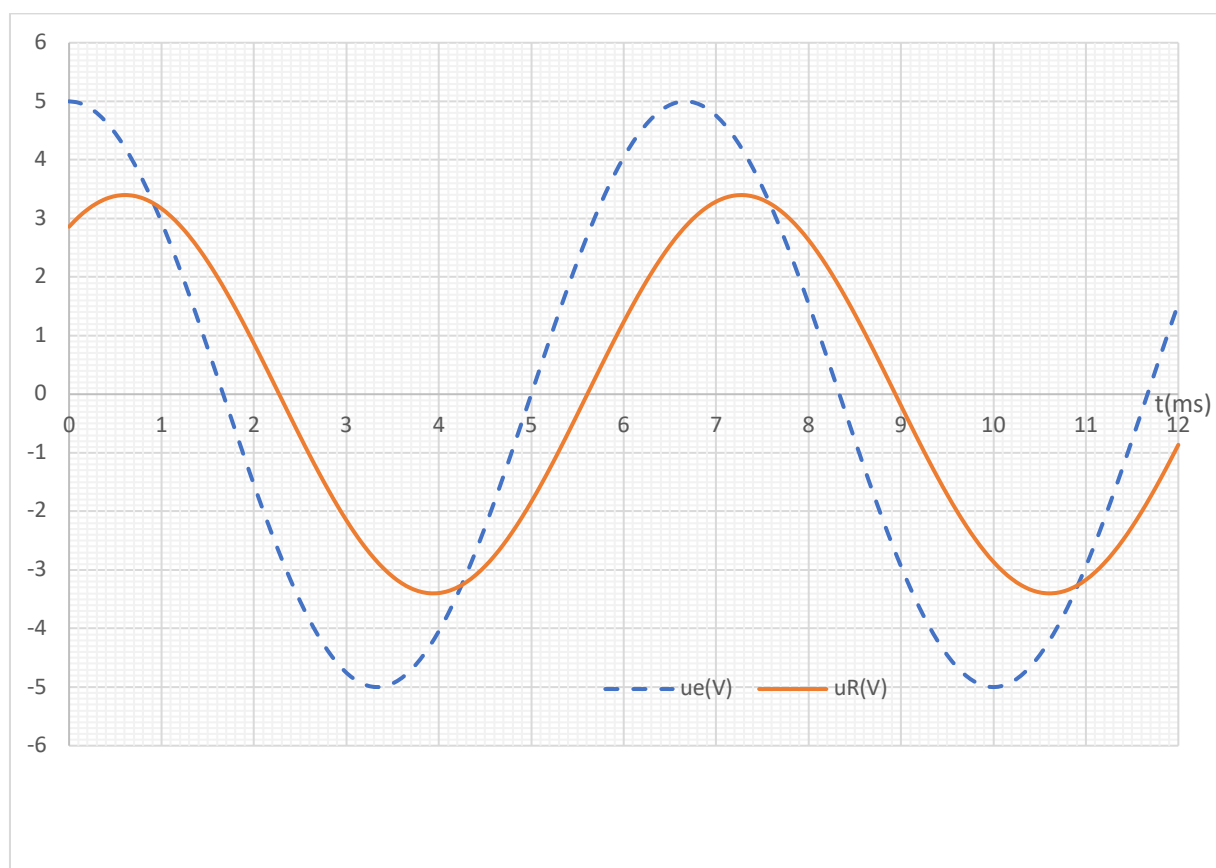

Figure 2
Deux tensions sont visualisées sur un oscilloscope numérique. On obtient un oscillogramme équivalent au graphe de la figure 2 en annexe :
- 3) Rappeler l'expression générale de l'impédance réelle Z d'un dipôle quelconque passif linéaire (module de l'impédance complexe $\underline{Z}$) traversé par un courant $i(t)$ et ayant à ses bornes une tension $u(t)$, en fonction de leurs amplitudes I et U respectives. Déterminer alors la valeur numérique de l'impédance Z_{AM} du dipôle AM, à l'aide des signaux du graphique (figure 2).